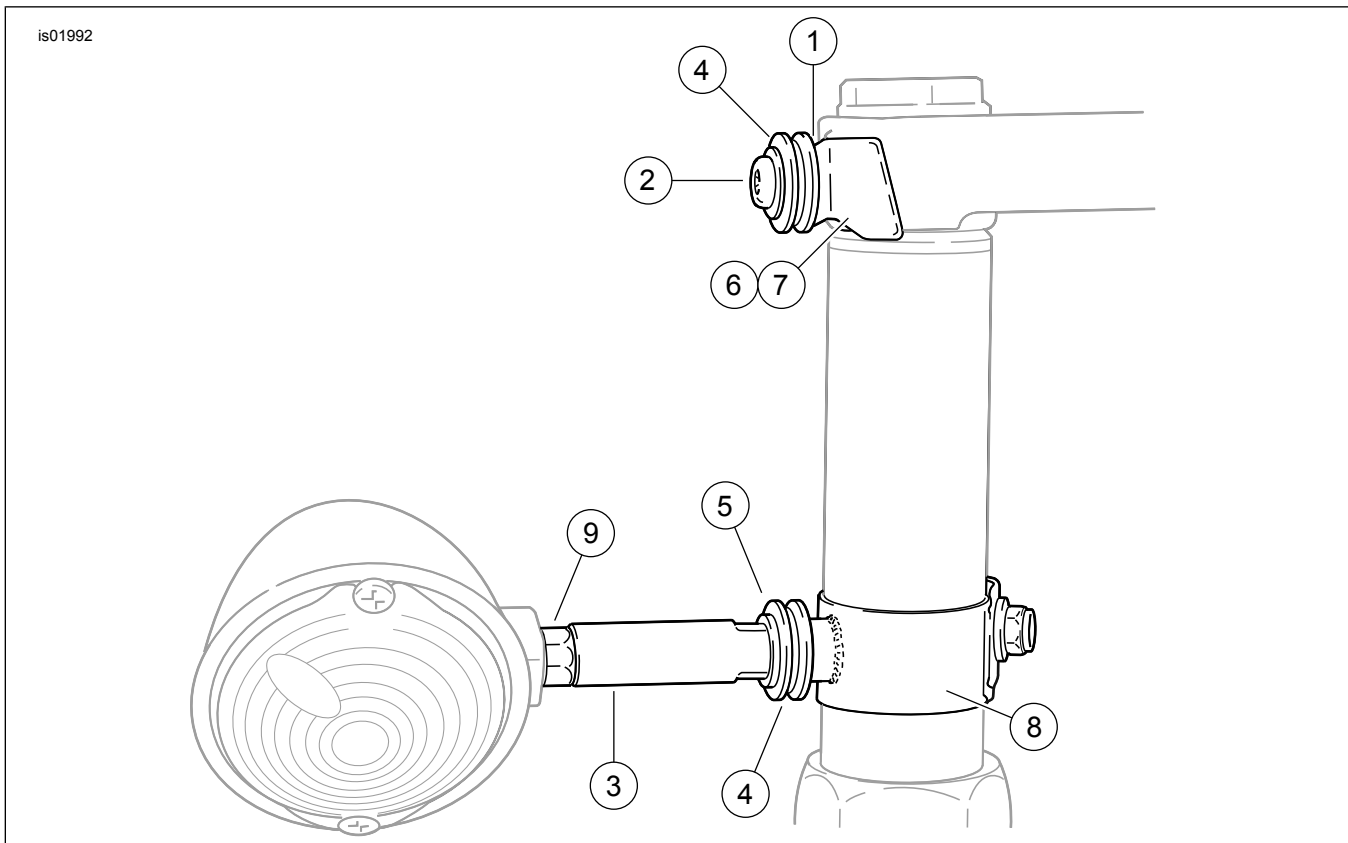
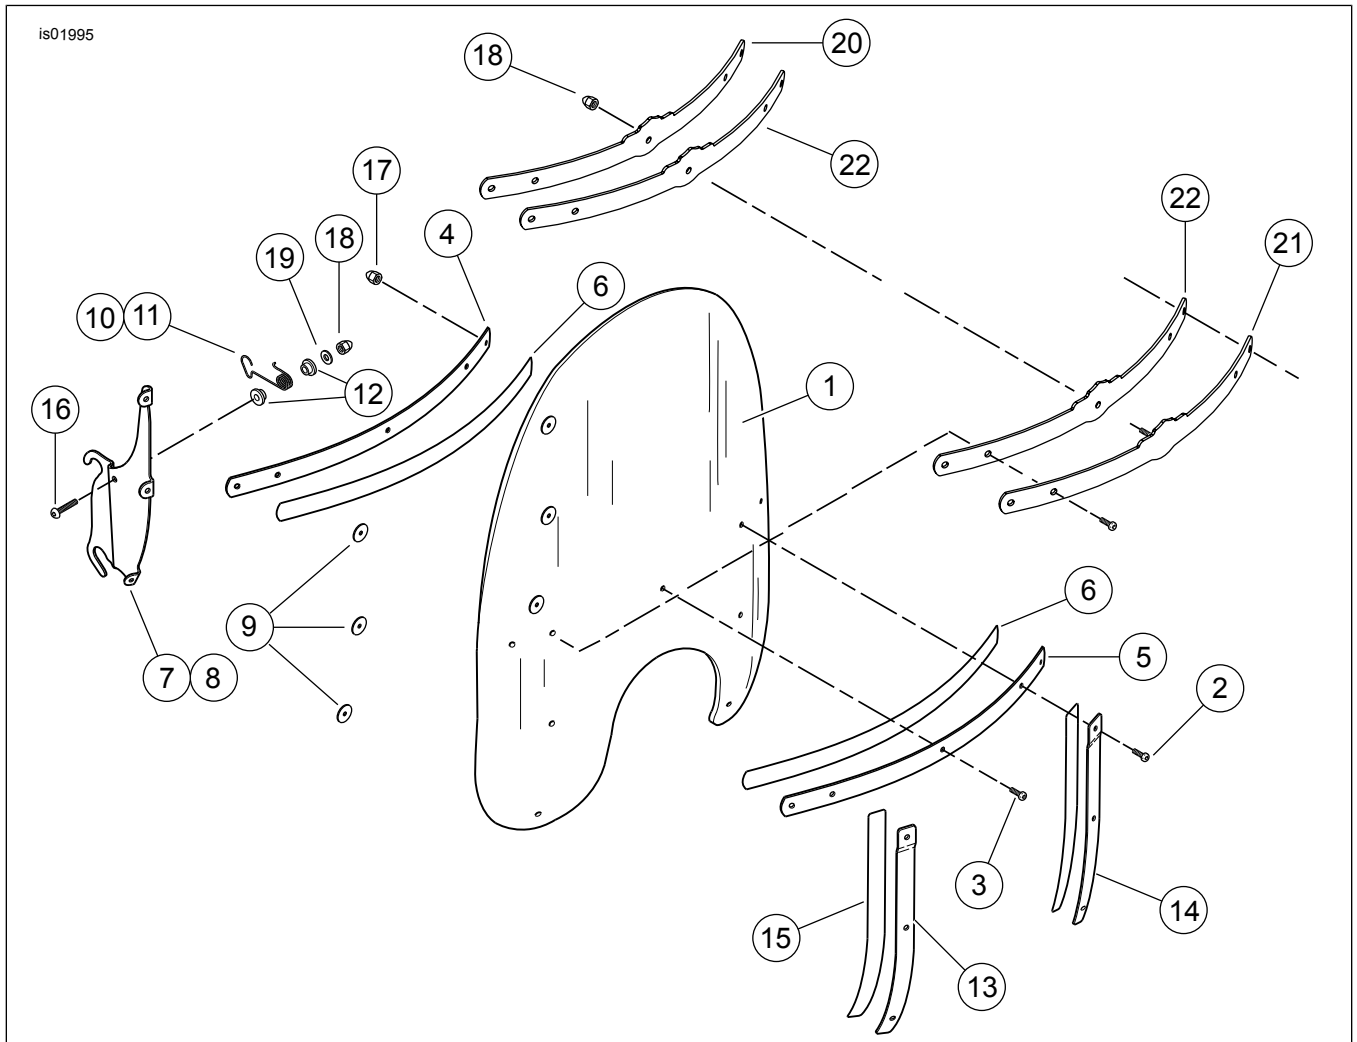
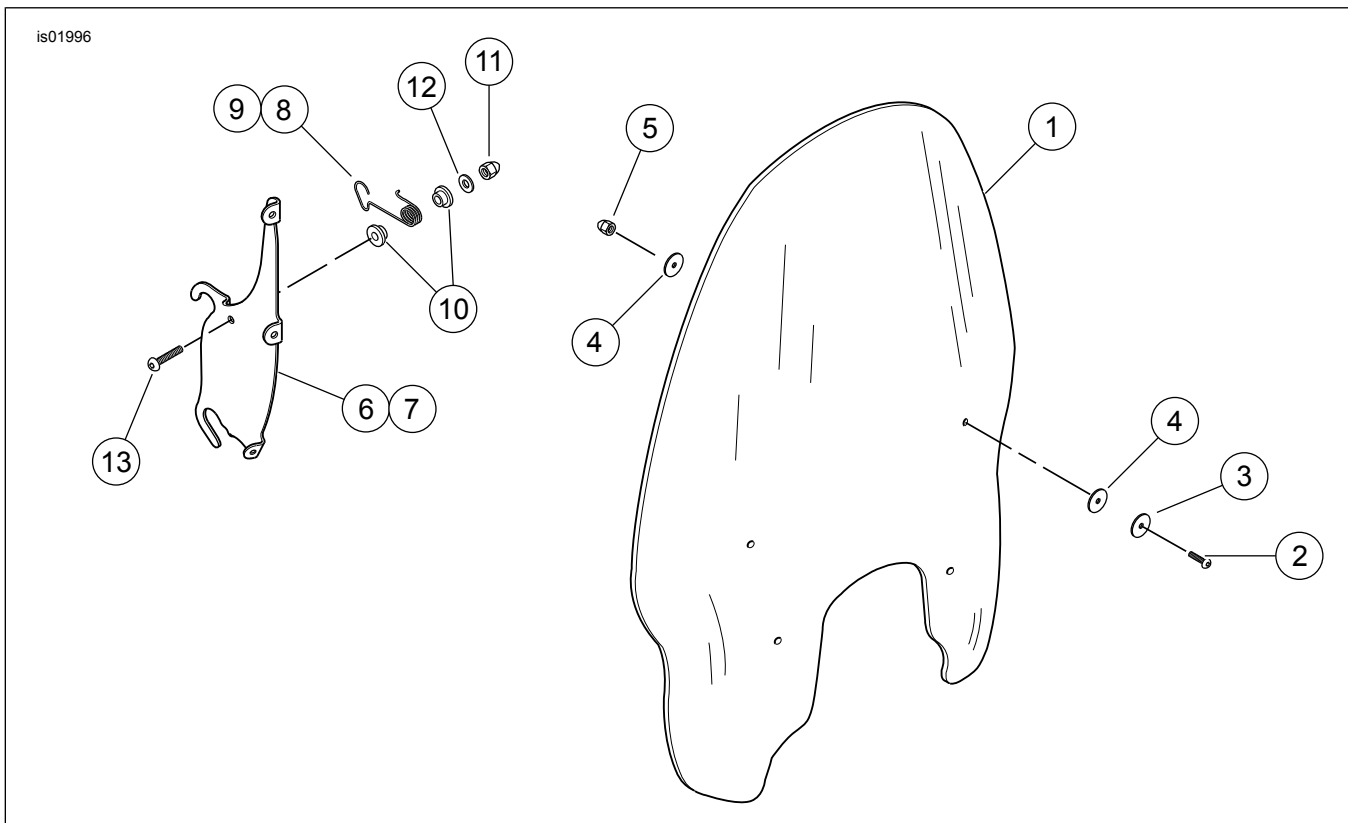

Abbildung 5. Ersatzteile: Befestigungsstellen-Ausrüstung
Abbildung 6. Ersatzteile: Windschutzscheibe
Abbildung 7. Ersatzteile: Windschutzscheibensätze
Siehe Abbildung 5, Tabelle 2 und Abbildung 6, Tabelle 3 und Abbildung 7, Tabelle 4.
3. **Auf allen Modellen außer FXSTB:** Blinkerleuchte von der rechten Seite des Lenkers (Bremsseite) entfernen. Kugelsitz aus der Blinker-Baugruppe entfernen. Sicherungsscheibe (12) und verchromte Hutmutter (11) aus dem Satz auf dem Ende des Spiegelstiels anbringen, um den Spiegel festzuhalten.
7. Siehe Abbildung 5. Befestigungsteile für die untere Windschutzscheibenbefestigung wie dargestellt zusammenbauen. In der folgenden Reihenfolge zusammenbauen und Baugruppe lose lassen:
- a. Im Befestigungsstellen-Ausrüstungssatz mitgelieferte Befestigungsteile finden. Gegenmutter (9) aus dem Ausrüstungssatz auf das Ende des Blinkerabstandhalters aufdrehen, dass sich gegenüber dem Ende mit den Abflachungen (3) befindet.
- c. Flache Unterlegscheibe (5) und Buchse (4) auf den Abstandhalter legen.
- d. Die Schelle (8) auf den Abstandhalter aufdrehen.
8. Siehe Abbildung 5. Die Befestigungsteile für die obere Windschutzscheibenbefestigung wie in der Abbildung dargestellt zusammenbauen und Halbrundkopfschrauben auf ein Drehmoment von 20 N·m (15 ft·lbs) anziehen. Das Distanzstück (1), nicht in der Abbildung sichtbar, passt zwischen die Sicherungsdrahthalterung (6, 7) und die obere Gabelbrücke.